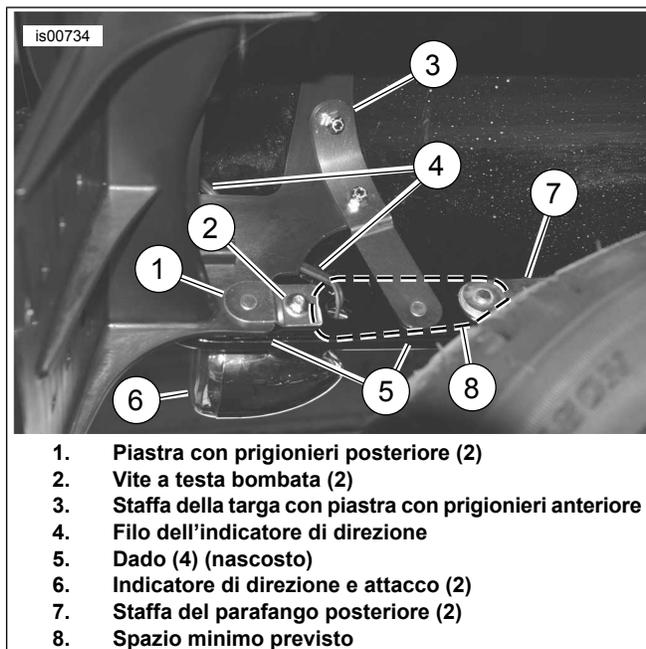
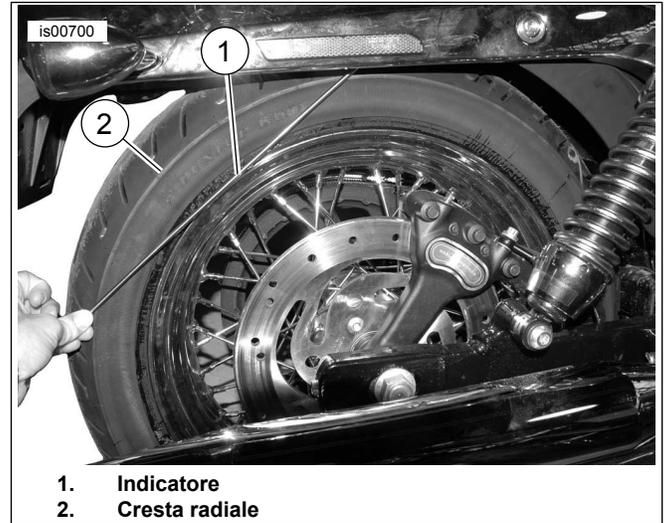

Figura 6. Installazione della staffa della targa
Figura 7. Spazio per il calibro
Vedere la Figura 6 per le operazioni di cui ai punti da 16 a 19.
21. Vedere la Figura 6. Serrare la vite a testa bombata ad una coppia di 19 N-m (14 ft-lbs) Ripetere queste operazioni sul lato opposto.
4. Vedere la Figura 7. Disporre il calibro trasversalmente alla cresta radiale dello pneumatico (2) e controllare che il calibro (1) possa passare attraverso il parafango senza toccare (vedere la Figura 6) nessun componente della bulloneria o delle staffe nello spazio minimo previsto (8).
5. **Se il calibro passa nello spazio minimo previsto (8),** passare alla sezione Messa in servizio della motocicletta più avanti. **Se il calibro tocca da qualche parte nello spazio minimo previsto (8),** eseguire il procedimento di Regolazione orizzontale che segue.